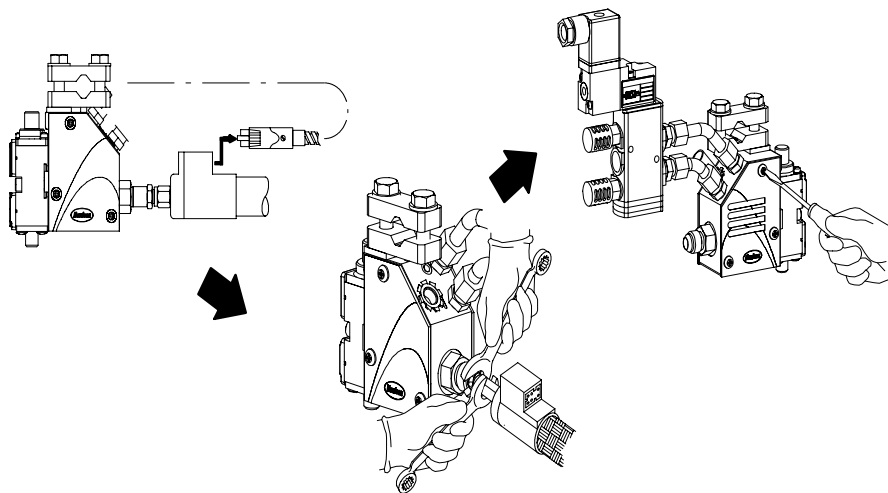

Fig. 19: Accès à la sonde RTD ou à la résistance
2. Voir la figure 19. Désenfiler le cordon reliant le pistolet au tuyau.